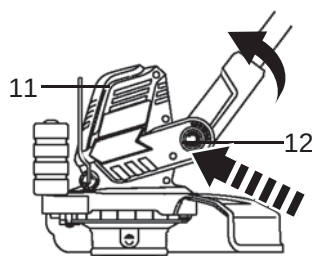

Fig. 20
- > Appuyez sur le bouton de verrouillage [8] puis réglez la tête de coupe [11] sur l'angle qui convient. L'articulation comporte 5 crans entre 0° et 90° (Fig. 20,21,22).